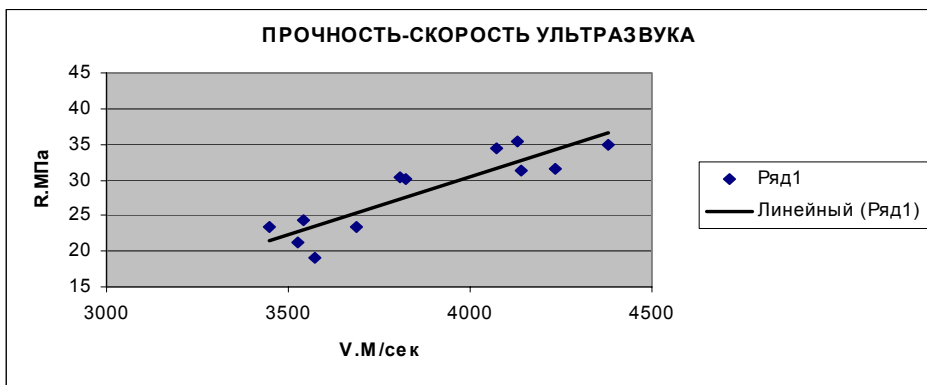

Рис. 5. Этап 2.6.
2.6. В произвольном поле рабочего листа (удобно в правом верхнем углу активного рабочего листа) выделите таблицу из 10 ячеек размером 2 столбца на 5 строк и нажмите «=». Затем введите последовательность символов: «=ЛИНЕЙН(C2:C13;B2:B13;1;1)». Далее, при одновременном нажатии клавиш «Ctrl» и «Shift», нажмите клавишу «Enter». При этом должно получиться одновременное нажатие всех трех клавиш. Тогда в выделенной области все ячейки окажутся заполненными параметрами искомой градуировочной зависимости (рис. 5).